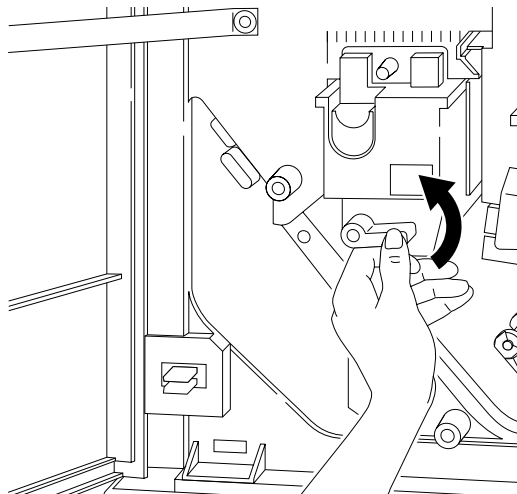

Figura 3-59 Chiusura della leva 4
5. Girare la leva 4 completamente in senso antiorario fino alla posizione di chiusura, come mostrato nella Figura 3-59 e chiudere la porta.